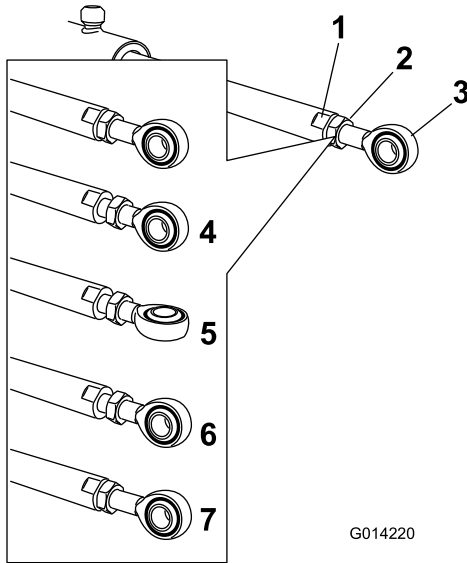

Figura 59
- Utilice una llave sobre las zonas planas del émbolo del actuador para inmovilizarlo y, a continuación, afloje la contratuerca para poder ajustar la varilla de ojal (Figura 59).
- Gire la varilla de ojal en el émbolo del actuador para acortar o alargar el actuador extendido a la posición deseada (Figura 59).